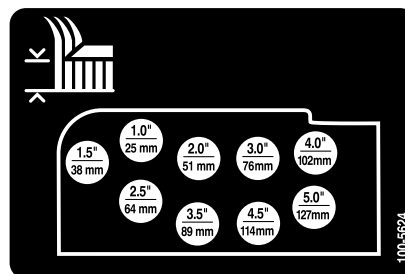

Figura 23
10. Montate le catene dell'altezza di taglio nel foro dell'altezza di taglio desiderata usando il perno con testa e la coppiglia (Figura 23).